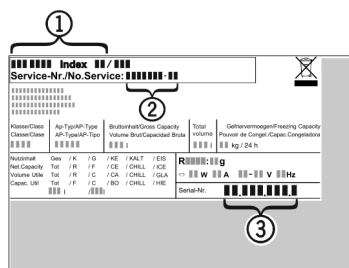

Fig. 15
- ▶ Označení přístroje Fig. 15 (1), servisní číslo Fig. 15 (2) a sériové číslo Fig. 15 (3) naleznete na typovém štítku. Identifikační typový štítek je umístěn na levé vnitřní stěně přístroje.
- ▶ Informujte zákaznický servis a sdělte poruchu, označení přístroje Fig. 15 (1), servisní číslo Fig. 15 (2) a sériové číslo Fig. 15 (3).